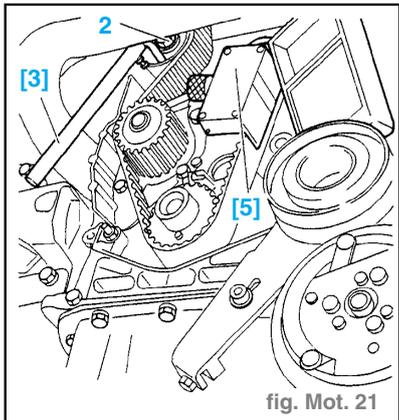

fig. Mot. 21
- Placer l'appareil de mesure (5) (appareil de mesure des tensions de courroie SEEM C.TRONIC 10S) sur le brin tendu de la courroie. (fig. Mot. 21)
- Piger le pignon d'arbre à cames avec l'outil (1).
- Placer l'appareil de mesure (5) sur la courroie. (fig. Mot. 21)
- Déposer l'outil (1) du pignon d'arbre à cames.